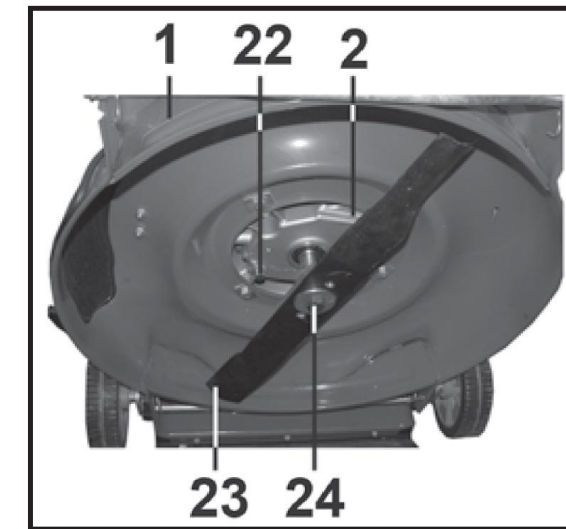

Рис. 17
9.7. Замена режущего ножа (Рис. 17)